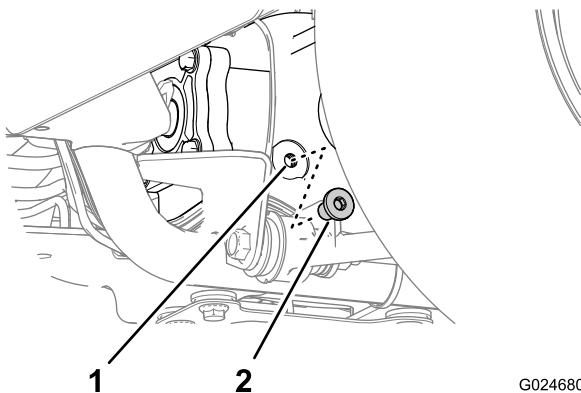

Figura 54
especificado por el orificio hasta que el nivel de aceite llegue a la rosca del orificio (Figura 54).
- Instale el tapón de la mirilla (Figura 54).
- Coloque un recipiente debajo del tapón de la mirilla del diferencial (Figura 54).
- Retire el tapón de la mirilla y el tapón de vaciado del diferencial (Figura 54).
- Añada aceite del tipo especificado por el orificio del tapón de la mirilla hasta que el nivel de aceite llegue a la parte inferior de la rosca del orificio (Figura 54).
- Retire el tapón de la mirilla (Figura 54).